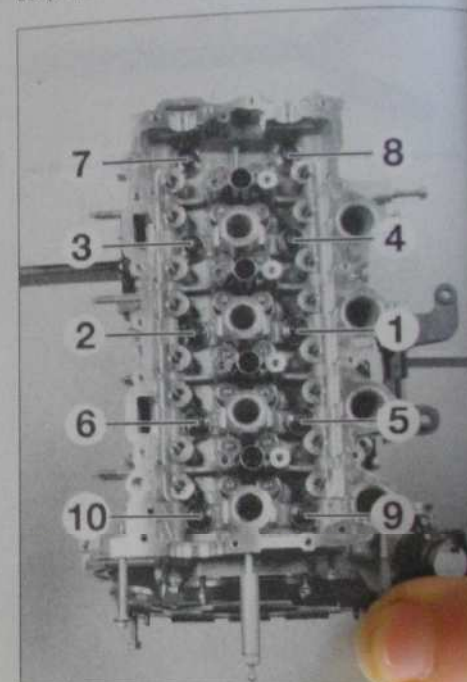

Fig. 84
- Mettre en place la culasse sur le bloc-cylindres puis serrer dans l'ordre indiqué (Fig.84) les vis au couple prescrit.